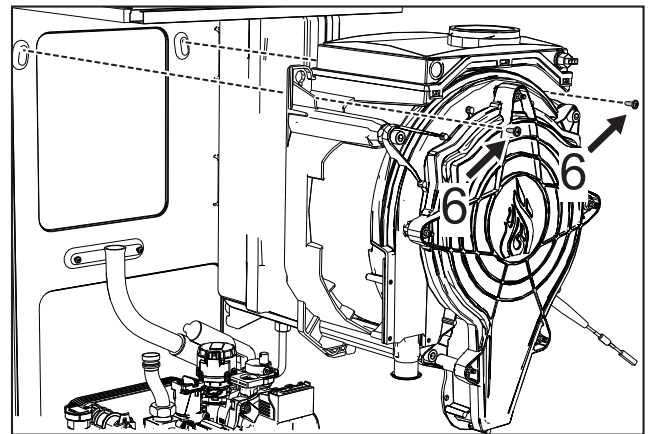

fig. 49
- Verwijder de 2 bovenste **bevestigingsschroeven '6'** van de warmtewisselaar aan het frame (fig. 49)